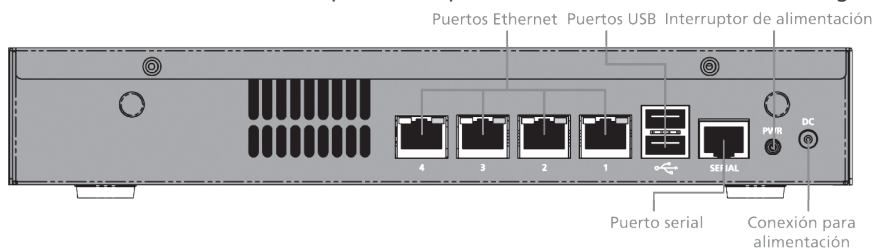

Figura 1 Kerio Control Box 1110 (parte posterior)
- Kerio Control Box, Serie 1000: dispositivo sub-1U para instalación en mesa (véase la figura 1).